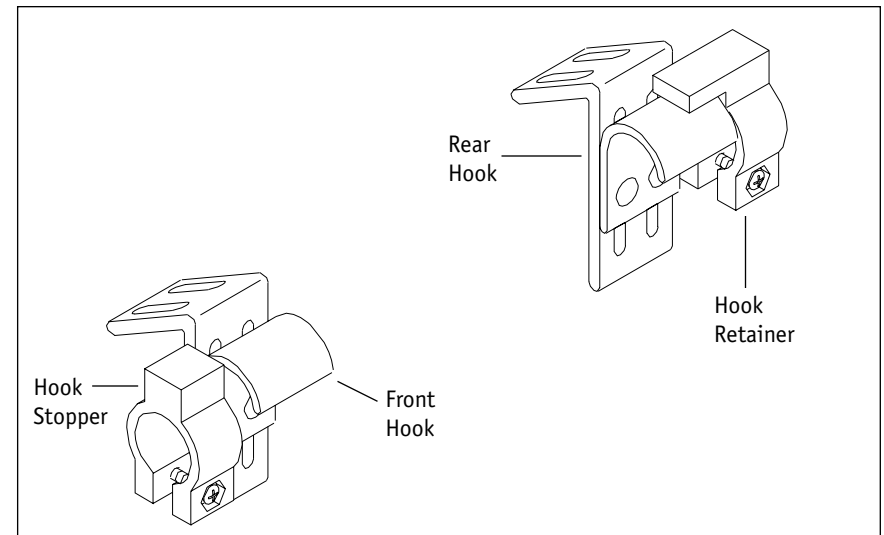

Figure 5
1. To install the seat (Figure 5), place the rear hooks on the seat rails and slide the seat back while lowering the front.
1. Per montare il sedile (fig.5), posizionate i ganci posteriori sui tubi del sedile e fateli scivolare indietro mentre abbassate la parte anteriore del cuscino.